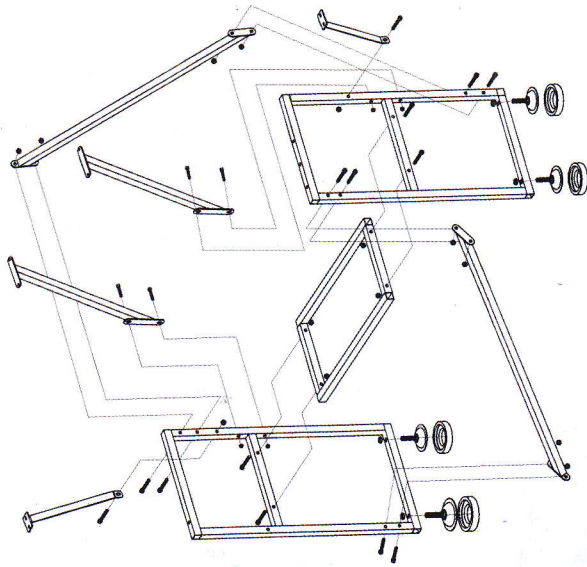

Рисунок 3
1. Соберите раму деревообрабатывающей приставки (рисунок 3).